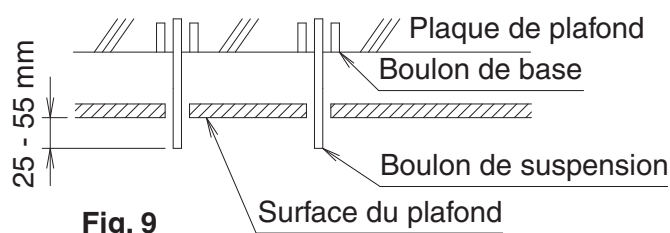

Fig. 9
(4) Installez les boulons de suspension.
- Réglez la longueur du boulon de suspension à partir du plafond en avance. **(Reportez-vous à la Fig. 9).**
- Les pièces illustrées dans la Fig. 9 seront toutes fournies sur place.